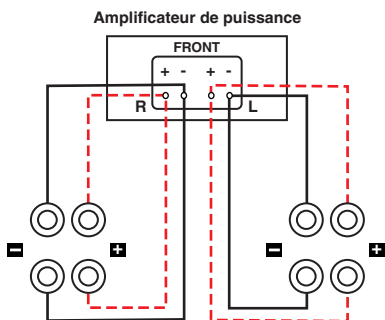

Figure 6
**Le bi-câblage** (Figure 6) permet des améliorations notables de la transparence d'ensemble des enceintes. Acheminez des fils de haut-parleur distincts vers les haut-parleurs basse fréquence et haute fréquence à partir d'un même amplificateur : après avoir retiré les cavaliers, raccordez un jeu de fils de haut-parleur aux bornes supérieures de chaque enceinte et un jeu (en général de plus gros calibre) aux bornes inférieures. Raccordez les autres extrémités des deux jeux de fils aux sorties d'amplificateur correspondantes.